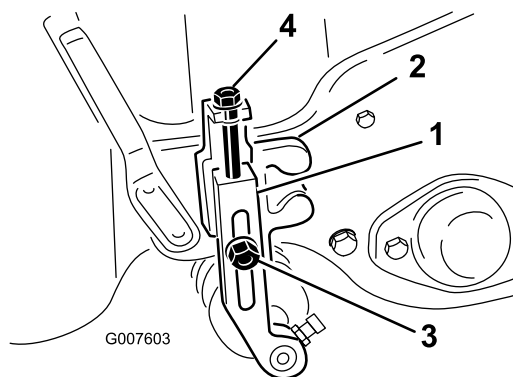

Figura 49
2. Allentate i dadi di bloccaggio che fissano i bracci dell'altezza di taglio alle relative staffe (Figura 49).